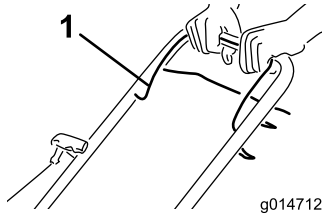

Figura 14
1. Sujete la barra de control de las cuchillas (Figura 14) contra el manillar.